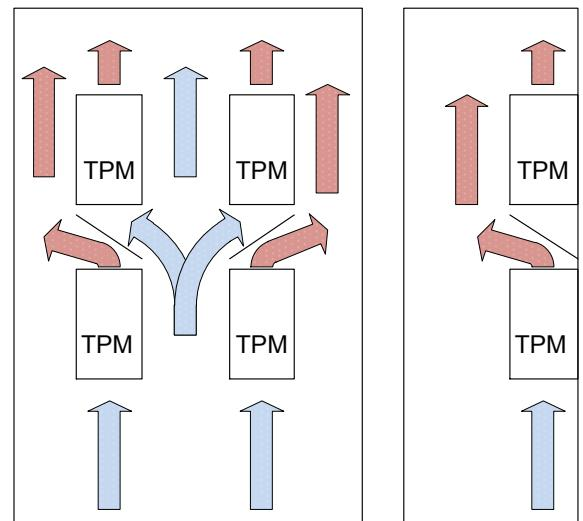

Рис. 11
- При установке регуляторов друг над другом между ними должно быть не менее 15 см свободного пространства и дополнительно установлен дефлектор для отвода горячего воздуха (см. рис. 11).